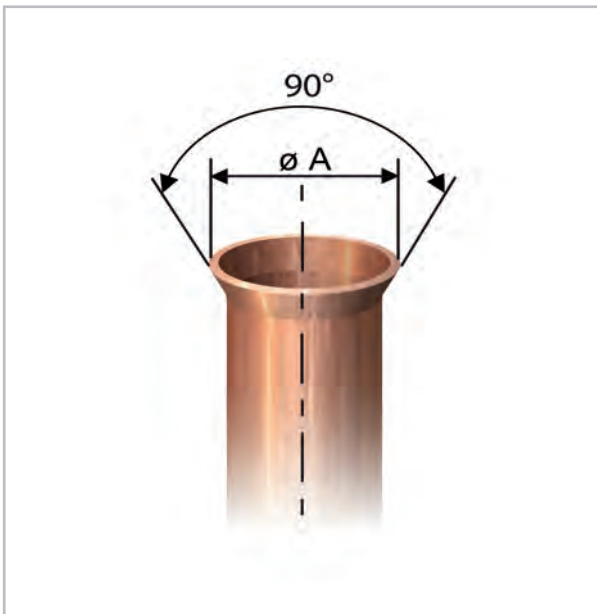

Abb. 34: Korrekte Bördelform
9. ➤ Überprüfen Sie, ob der Bördel eine korrekte Form aufweist (Abb. 34).